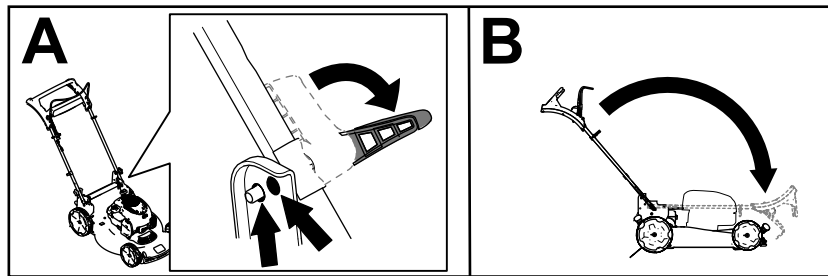

Figura 18
2. Desengate os bloqueios da pega até conseguir mover livremente a pega superior (A de Figura 18)
3. Dobre a pega para a frente para a posição totalmente para a frente (B de Figura 18).